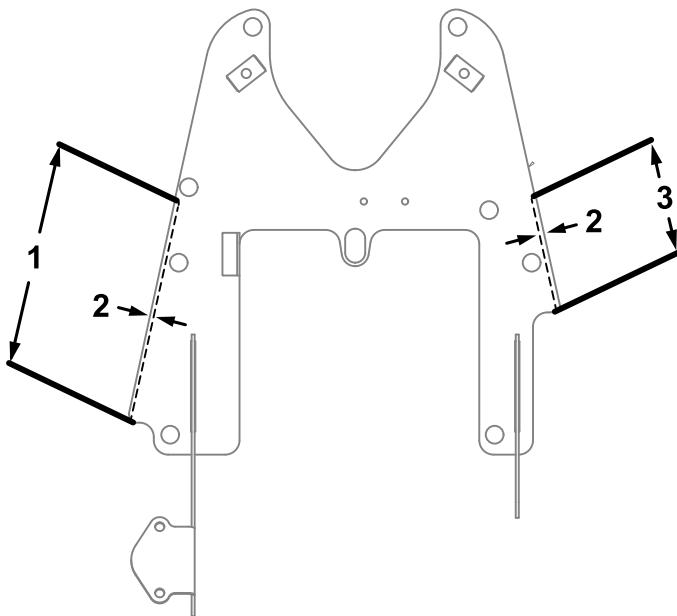

Figure 6
- Pour les Greensmaster 3300 ou 3320, voir la Figure 6.